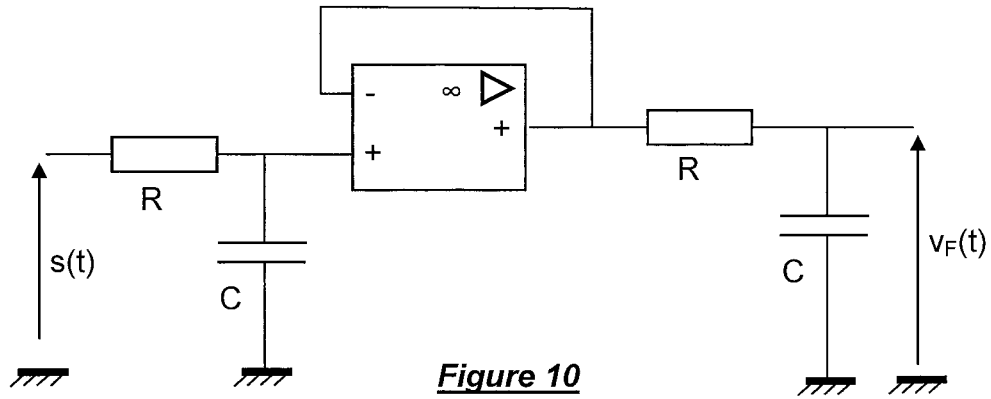

Figure 10
C.1.3. Le montage permettant de disposer avec fiabilité d'une mesure de la vitesse de rotation du moteur (et donc du déplacement du véhicule) est représenté en **figure 10, annexe 3**.
C.1.3.3. Quelle est l'utilité du montage suiveur dans le dispositif de la **figure 10** ?